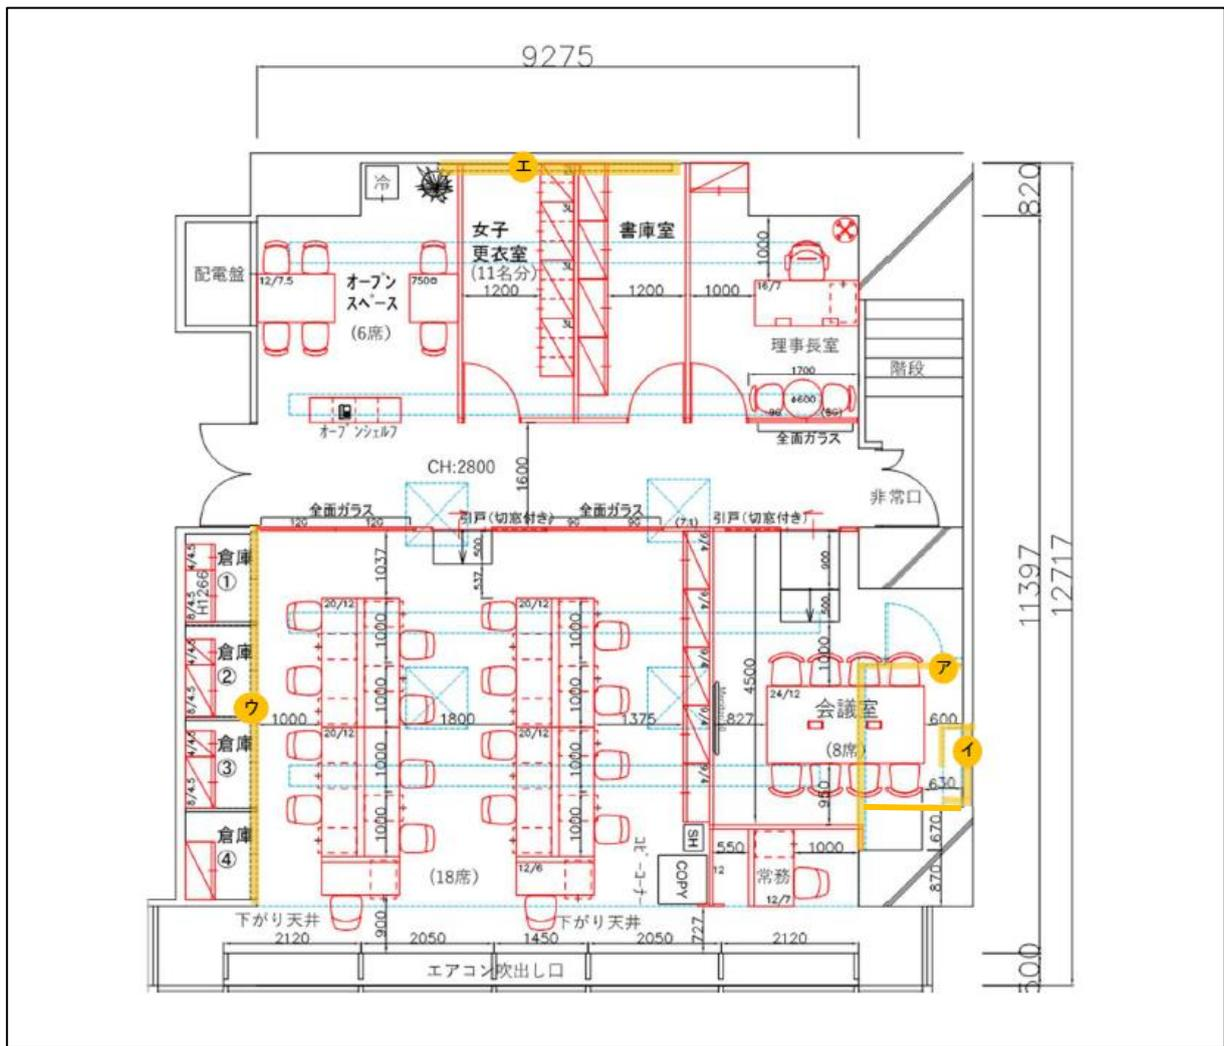

図1：撤去する既存壁、空調装置、造作扉等の位置
(1) 既存設備の解体撤去
- ア 既存壁面の一部の解体撤去（写真1、図1黄色ア部分）
- イ 窓下空調装置の解体撤去（写真2、図1黄色イ部分）
- ウ 倉庫①～④の造作両開き扉4セット（木製）の解体撤去（写真3、図1黄色ウ部分）
- オ 壁面設置のホワイトボード（上下可動タイプ）及び天井スクリーンの解体撤去（写真5・6、図1黄色エ部分）
カ 写真9（図1の黄色ア部分）の奥にあるダクトは周囲を石膏ボードで囲み、アと同一のクロス貼り仕上げとすること。